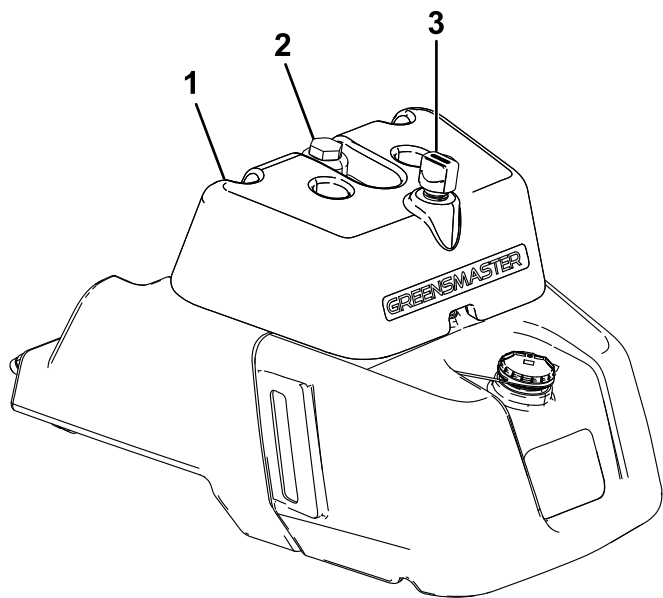

Figura 44
- Se o depósito tiver uma janela de visualização, verifique o nível de óleo aí (Figura 44) e passe para o passo 5.